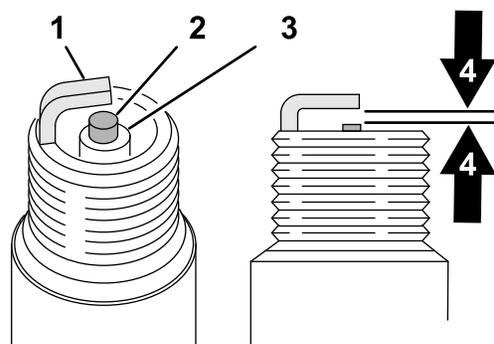

Figure 30
4. Vérifiez l'état et l'usure de la bougie (Figure 30).
5. Contrôlez l'écartement des électrodes à l'aide d'un calibre de fil (Figure 30).